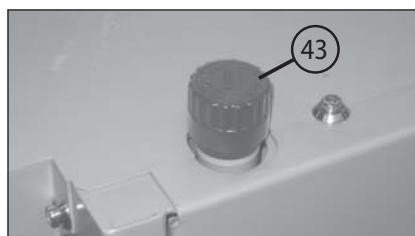

Fig. 19
43 = Jauge à huile (fig. 19)
CONTROLLO DEL LIVELLO DELL'OLIO (fig. 19):
- 43 = Astina controllo livello olio (fig. 19)